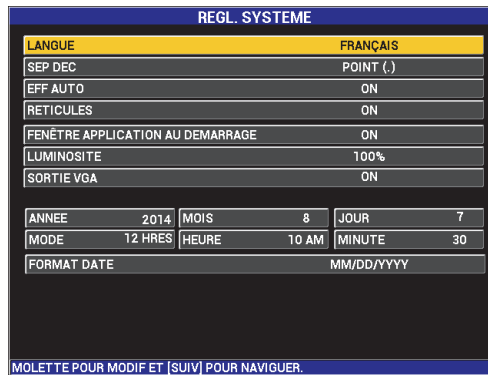

Figure 4-1 Écran REGL. SYSTEME
1. Appuyez deux fois sur la touche de menu ADV SETUP () , et puis appuyez sur la touche B pour accéder à l'écran **REGL. SYSTEME** (voir la Figure 4-1 à la page 74).
1. Appuyez deux fois sur la touche de menu ADV SETUP () et puis appuyez sur la touche B pour accéder à l'écran **REGL. SYSTEME** (voir la Figure 4-1 à la page 74).
3. Dans l'écran **REGL. SYSTEME** (voir la Figure 4-1 à la page 74), utilisez la touche FULL NEXT () pour surligner le paramètre souhaité, et puis changez- en la valeur avec la molette :